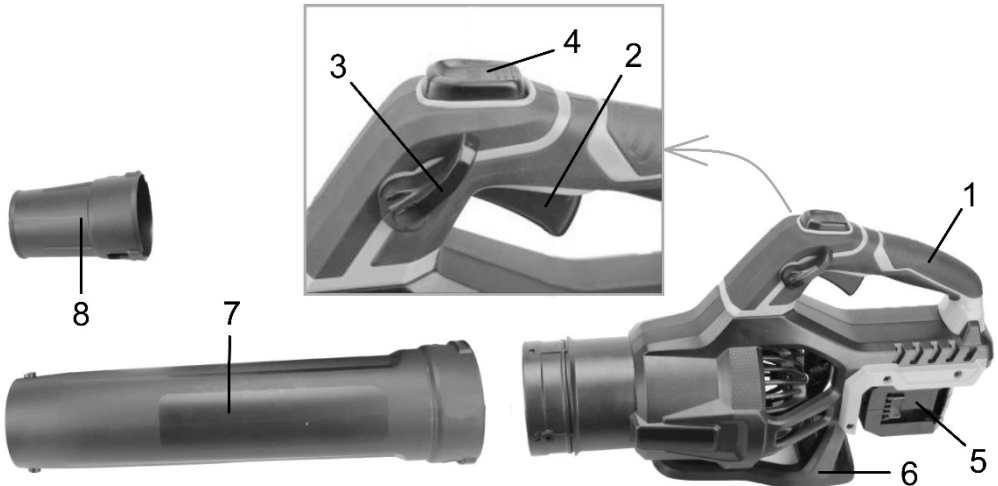
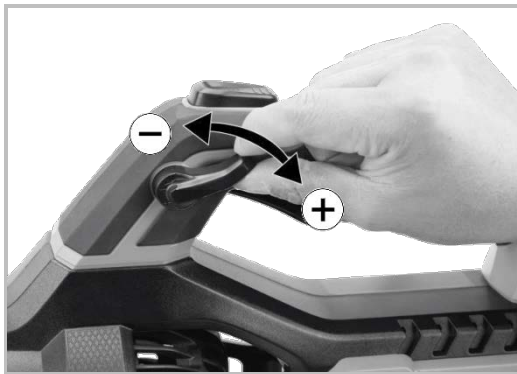

Рисунок 1
Рисунок 5
- під'єднайте подовжувальну трубу (7, рисунок 1) до випускного патрубку у корпусі виробу, поєднавши виступи на поверхні патрубку з відповідними пазами в трубі;
- під'єднайте насадку-концентратор (8, рисунок 1) до вільного кінця подовжувальної труби, поєднавши виступи на поверхні труби з відповідними пазами в насадці;
4.2 Під'єднайте акумуляторні батареї (продаються окремо!) належним чином до відповідних роз'ємів на кронштейні акумуляторного блока (5, рисунок 1), як це показано на рисунку 3. Про надійність встановлення батареї свідчитиме характерне «клацання». Щоб від'єднати батарею, необхідно натиснути кнопку блокування на її корпусі та одночасно витягти саму батарею з напрямних.
4.3 Візьміть виріб за рукоятку (1, рисунок 1) та направте сопло насадки-концентратора (8, рисунок 1) вперед, але так, щоб потік повітря не завдав будь-якої шкоди майну, людям або тваринам, які можуть перебувати на відстані менше ніж 15 м.
4.5 Налаштуйте потрібну швидкість та продуктивність повітряного потоку поворотом регулятора потужності турбіни (3, рисунок 1): крайнє положення у напрямку проти годинникової стрілки відповідає мінімальній потужності, а крайнє положення за годинниковою стрілкою – максимальній (дивіться рисунок 5).
4.7 У разі виникнення труднощів при здуванні ввімкніть режим «ТУРБО», натиснувши та утримуючи кнопку активації (4, рисунок 1) з одночасно затиснутою пусковою клавішею (2, рисунок 1), як це показано на рисунку 6. При цьому електродвигун з турбіною перейдуть в режим підвищеної потужності, сприяючи найбільш ефективному здуванню. Відпустивши кнопку активації (4, рисунок 1), виріб перейде у звичайний режим роботи.